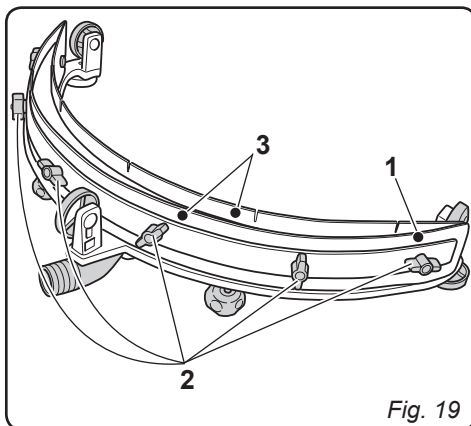

Fig. 19
- Pulsar el botón (3) activando la rotación del cepillo, luego accionar las palancas (4) y dejarlas libre; el cepillo se desprende.
- Sustituir el cepillo, por lo tanto, apoyar la brida porta cepillo (6) sobre el cepillo (5) y accionar las palancas (4) hasta sentir el "CLIC" de enganche del cepillo en la brida.
- Pulsar el botón (3) hacia la posición "0".
11.1.f - Sustitución de los cauchos de la escobilla (Fig. 19)